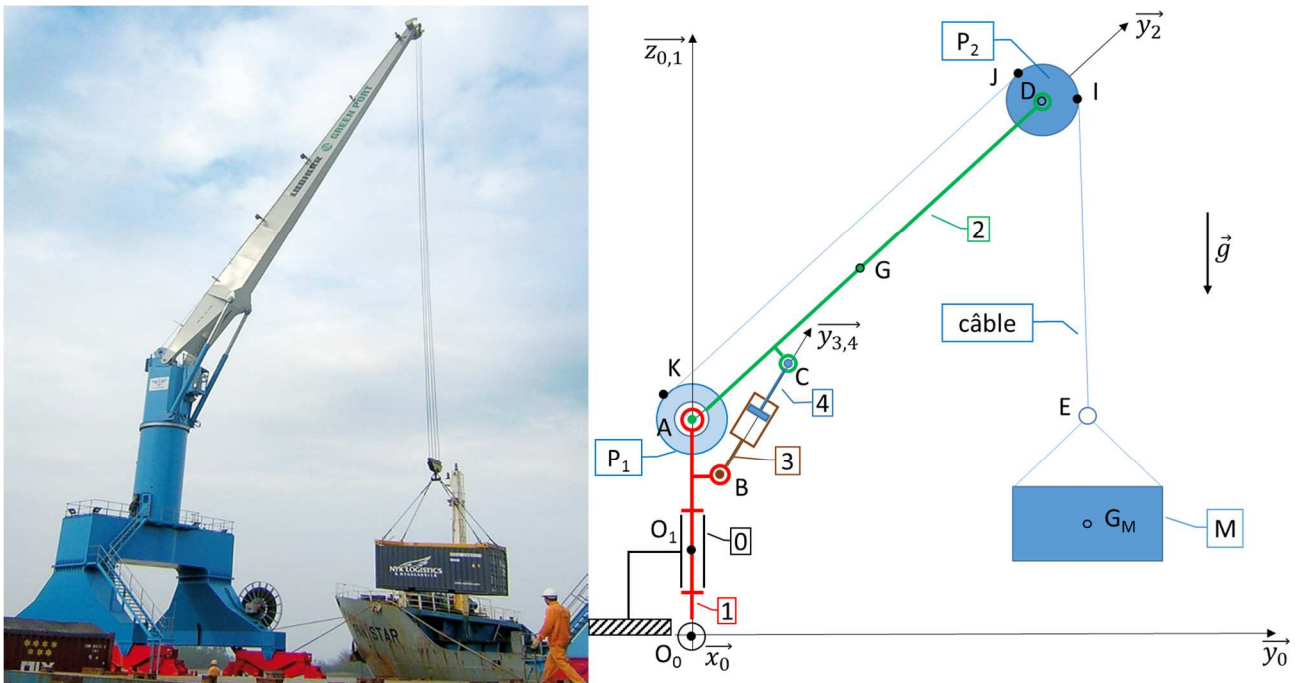

Figure 1 : Grue portuaire (source Liebherr) et schéma cinématique
Les opérations de chargement et de déchargement de containers sur les navires cargos sont réalisées au moyen de grues portuaires. Il existe plusieurs types de grues portuaires (fixe, mobile, portique, etc...). La figure 1 présente la grue étudiée ici. Sa base (0) est montée sur des rails. Dans le cadre de cette étude, cette base sera considérée comme fixe. La grue peut soulever un container M de masse maximum $M=45t$, et a une portée maximum de 35 m égale à la distance AD. Le schéma cinématique de la grue (figure 1) n'est pas à l'échelle.